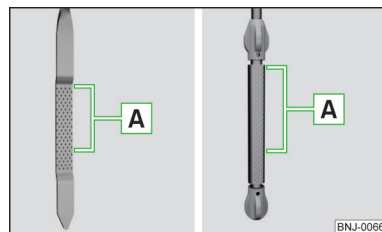

Fig. 170
Il livello dell'olio deve trovarsi nell'area **A** » fig. 170. Se il livello dell'olio è al di sotto dell'area **A**, rabboccarlo.
- Il livello dell'olio non deve mai essere all'esterno dell'area **A** » fig. 170 - pericolo di danneggiamento del motore e dell'impianto di scarico.